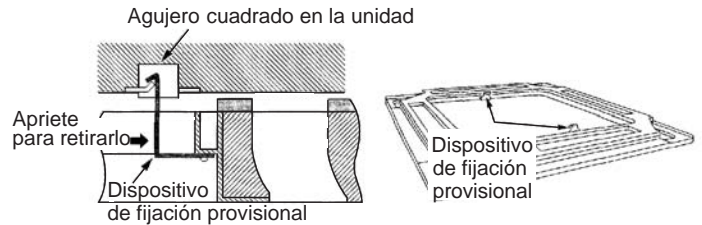

Fig. 9-15
1. Inserte las sujeciones provisionales (de acero inoxidable) en el interior del frontal de la cassette, en los orificios cuadrados de la unidad para fijar temporalmente el frontal. (Fig. 9-15)
- Para retirar el frontal de la cassette, sosténgalo mientras apriete las sujeciones provisionales hacia el exterior. (Fig. 9-15)